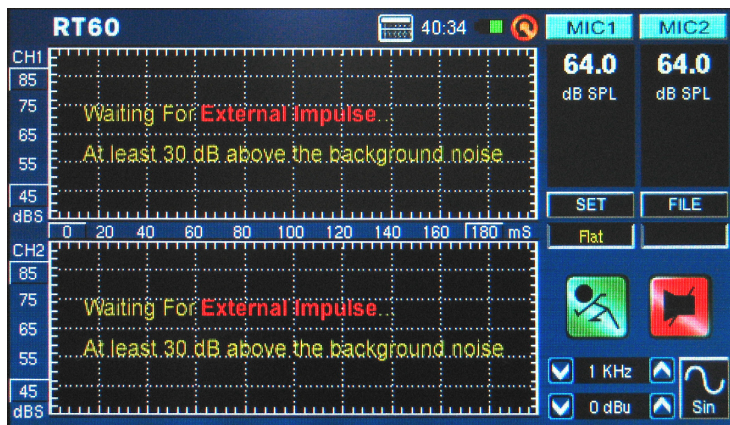

图 38
4. PAA6将处于待机状态，等待信号超过背景噪音30dB以上。一个小有帮助的提示：测试声音越大，RT60计算的精确度就越高(图38)。